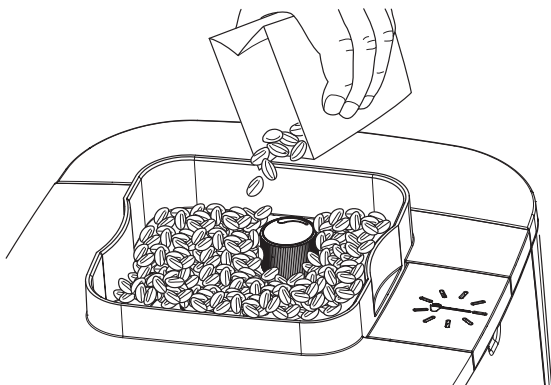

fig. 4: Añadir los granos de café
2. Llene el depósito de granos con granos de café (fig. 4). Compruebe siempre que existen suficientes granos en el depósito.